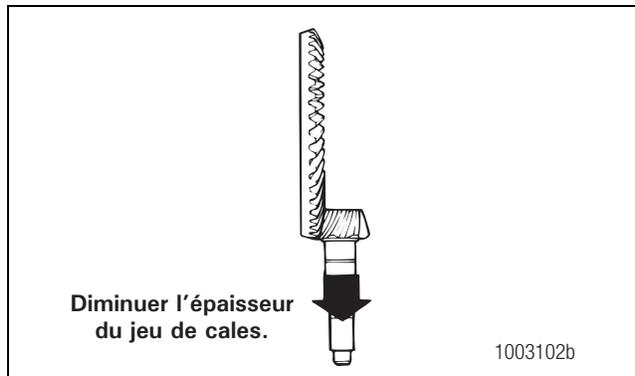

Figure 5.73
- **Pour corriger une empreinte trop haute :** diminuer l'épaisseur du jeu de cales sous le logement de roulements. Lorsque l'on diminue l'épaisseur du jeu de cales, le pignon d'attaque s'approche de la couronne. Figure 5.73.